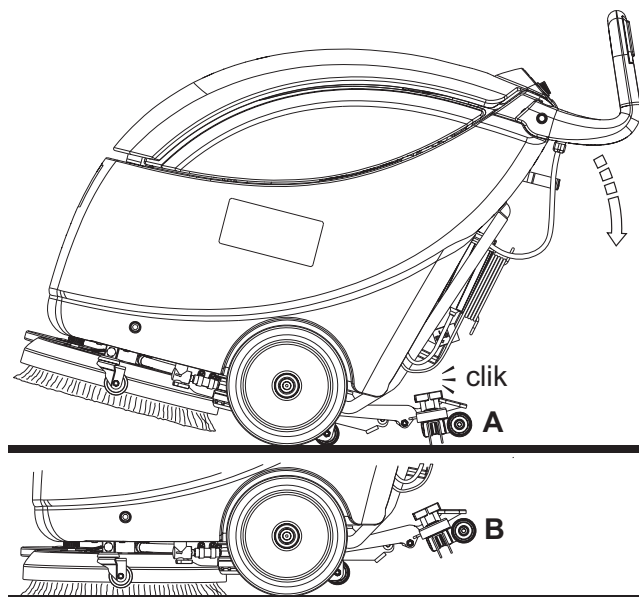

Рис. 3
1. Обхватите рукоятку (2), и опустите ее пока заднее колесо (7) не коснется пола (А, рис. 3), а затем поднимите швабру (В).